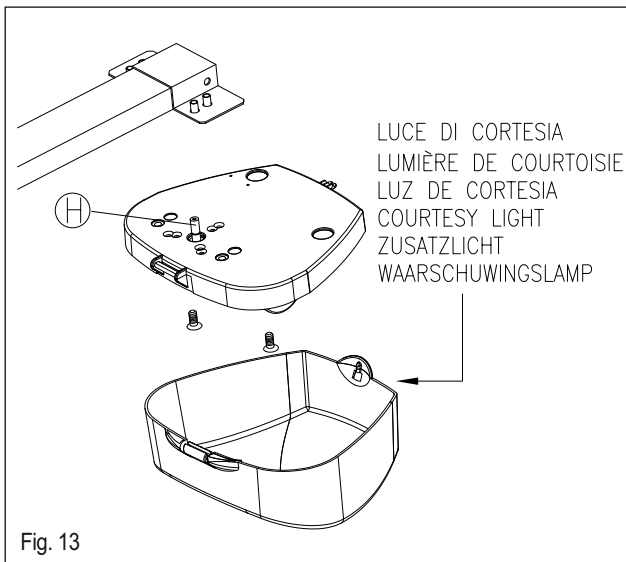

Fig. 13
**INSTALLAZIONE DEL MOTORIDUTTORE:** inserire il motoriduttore nella parte terminale posteriore della guida sino a quando l'albero di trazione H si inserisce completamente. Ci si può aiutare ruotando il motoriduttore. Fissare quindi il motoriduttore con le apposite viti M 8 x 30 TPSE (fig. 13). Procedere quindi alla predisposizione dell'impianto elettrico. Nel caso in cui le dimensioni del vostro garage siano particolarmente ridotte e si desideri migliorare la luminosità, il motoriduttore ZEN può essere montato ruotato di 180° (al contrario di fig. 13), orientando così la luce di cortesia verso l'esterno.